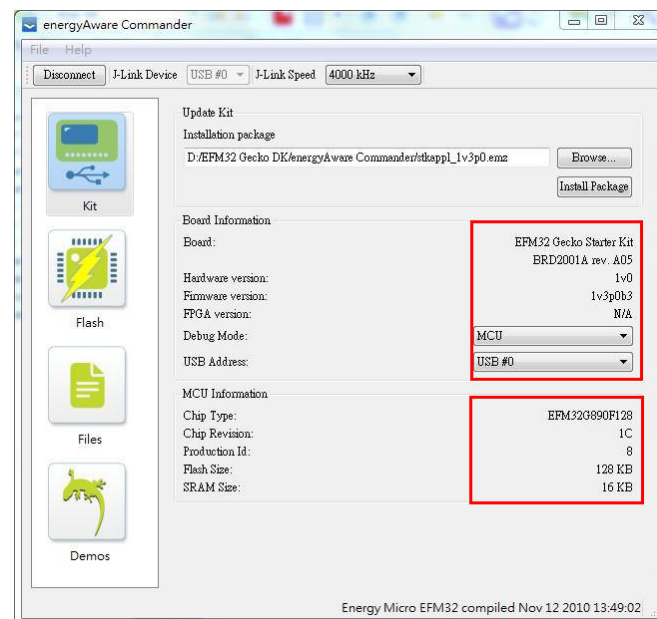

图 3.4 仿真器与 MCU 信息
- (3) 当 STK 开发板与被仿真调试的 MCU 进行正确连接时，可以在【Board Information】和【MCU Information】栏看到仿真器和 MCU 的信息，如图 3.4 所示。